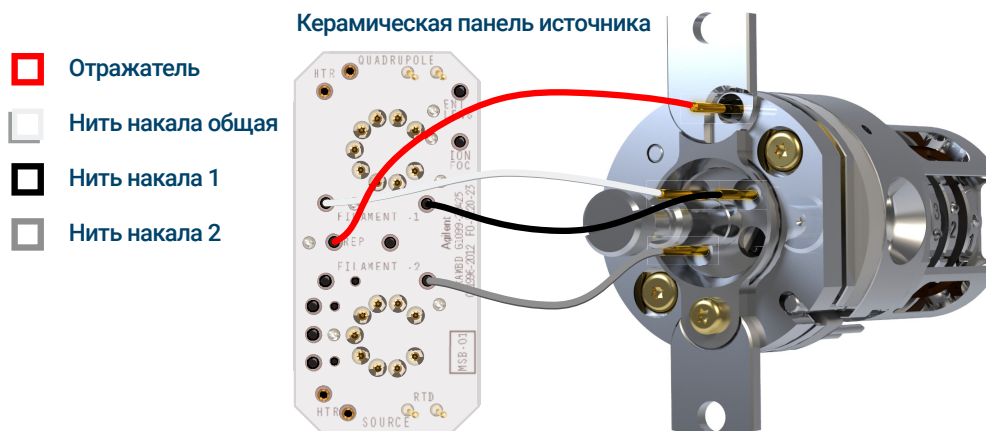

Рис. 50 Провода, которые требуется подсоединить/отсоединить в процессе установки или удаления источника.
- 1 С помощью пинцета или плоскогубцев подсоедините к разъемам источника (или отсоедините от разъемов источника) провода керамической панели (красный, белый, черный и серый). (См. **Рис. 50**.)